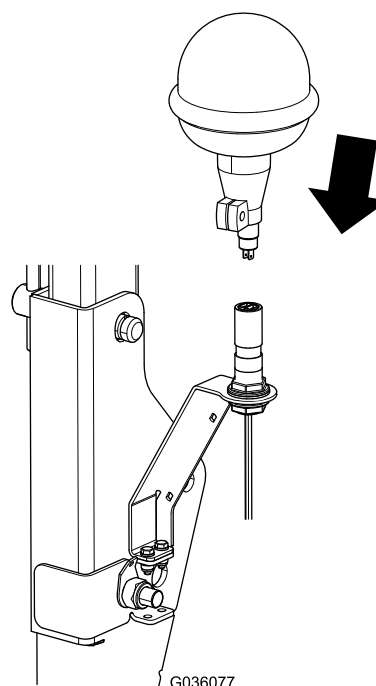

Bild 6
5. Setzen Sie die Rundumleuchte auf die Oberseite des Rundumleuchtenständers (Bild 6).